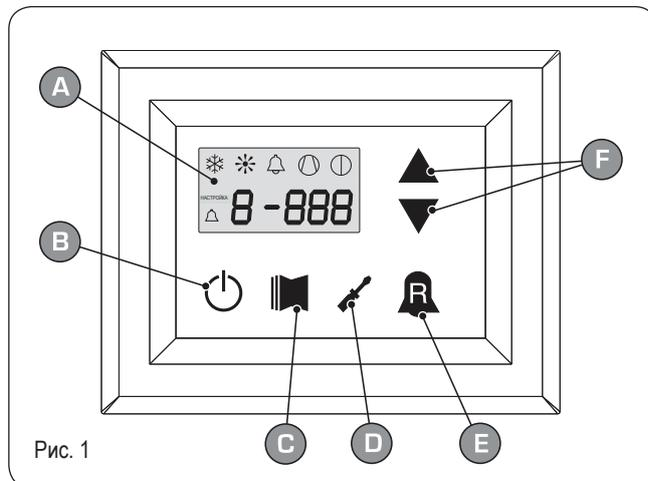

Рис. 1
• **Меню ПОКАЗАНИЙ** (клавиша (C) рис.1)
• **Меню НАСТРОЙКИ** (клавиша (D) рис.1)
• **Журнал регистрации АВАРИЙНЫХ СИГНАЛОВ** (клавиша (E) рис.1)
Пользовательский интерфейс (рис.1)